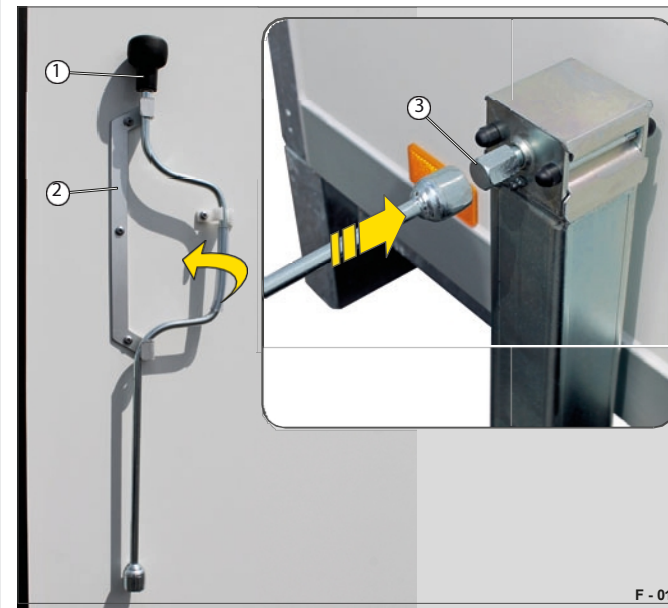

Fig. 13 Fjernelse af håndsvinget
► Fjern håndsvinget (Fig. 13/1) fra holderen (Fig. 13/2) på bagportalens indvendige dør.